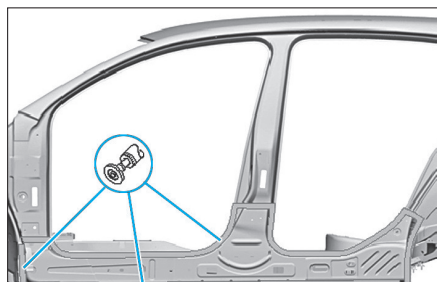

FIG. 98
- Préparer les zones d'accostage, éliminer entièrement les restes de colle et poncer à nu les surfaces de collage (**Fig.98**).